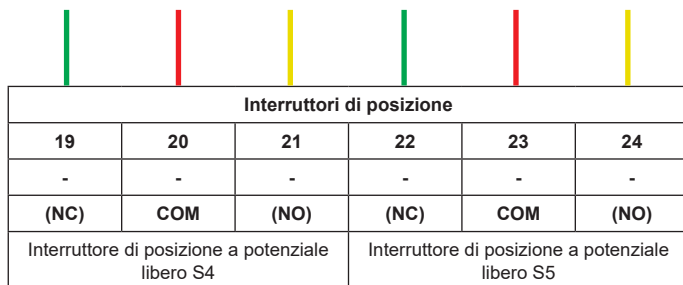

Fig. 11 "Schema morsettiera degli interruttori ausiliari di finecorsa"
- Configurare e collegare gli interruttori per il sistema di controllo come illustrato nella Fig. 11 "Schema morsettiera degli interruttori ausiliari di finecorsa"
- Collegare il cablaggio dall'interruttore S4 ai morsetti 19-21 e l'interruttore S5 ai morsetti 22-24 come illustrato nella Fig. 11 "Schema morsettiera degli interruttori ausiliari di finecorsa"
- Configurare gli interruttori per il sistema di controllo come mostrato nella Fig. 11 Schema morsettiera degli interruttori ausiliari di finecorsa